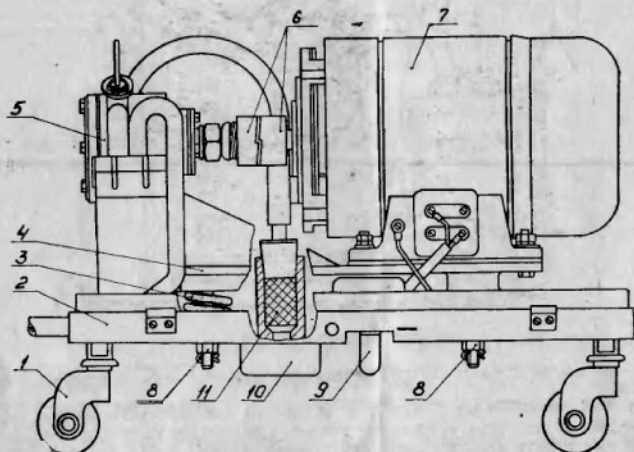

Рис. 2. Подвижный блок.
4.1.2. Подвижный блок состоит из основания 2 (рис. 2), на котором установлены вакуум-насос 5 с электродвигателем 7, валы которых соединены при помощи двух полумуфт 6, обеспечивающих вращение ротора вакуум-насоса только в одном направлении.
Ротор расположен в статоре эксцентрично, образуя пространство, разделенное лопатками на ячейки. При вращении ротора воздух через трубку бака 13, тройник 12 засасывается в статор и по трубке 5 выбрасывается в бак 1 и далее через штуцер 3 поступает к фильтру 11 (см. рис. 2) и выходит в атмосферу. Колпачок 10 служит для сбора масляных частиц.
После распаковки и расконсервации аппарата необходимо отвернуть гайки 8 (см. рис. 2) двух шпилек до упора со шплинтом. Работать с отвернутыми гайками не разрешается.
а) включить аппарат путем перевода рычага 9 (см. рис. 2) в положение «←» (выключено);
г) выключить аппарат, для чего отвернуть регулировочный колпачок 9 и перевести рычаг 9 (см. рис. 2) в положение «О» (выключено);
8.1. Включить аппарат, для чего рычаг 9 (см. рис. 2) перевести в положение «→» (включено).
е) снять колпачок 10 (см. рис. 2) и удалить из него масло.
б) проверить состояние полумуфт 6 (см. рис. 2), легкость вращения валов электродвигателя и вакуум-насоса;